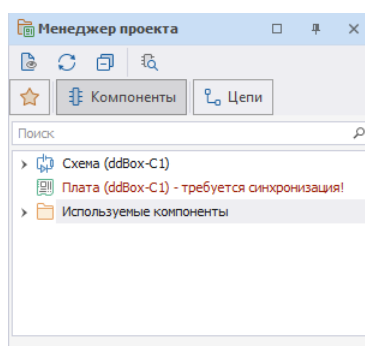

Рис. 284 Синхронизация через открытие платы проекта
1. Открыть плату проекта, см. Рис. 284.